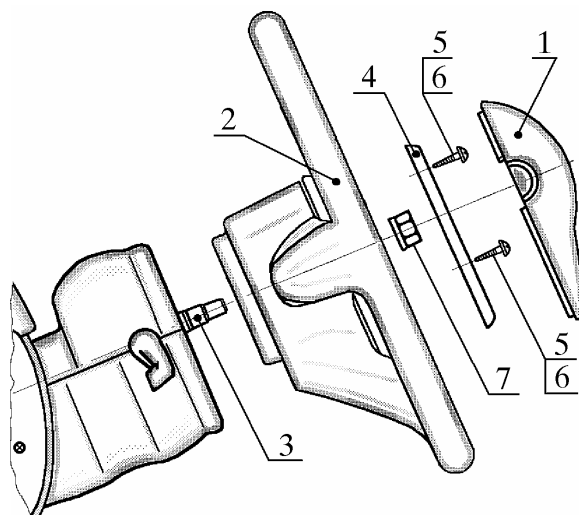

Рис. 6. Снятие рулевого колеса с вала рулевой колонки:
4.7.1. Снять накладку 1 (рис. 6) с рулевого колеса 2